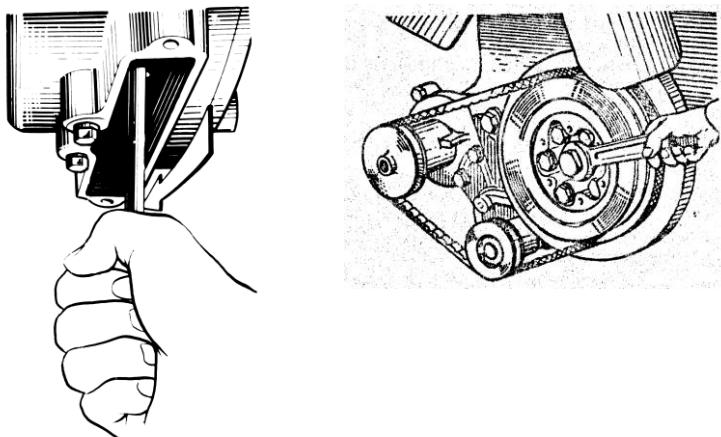

Рис. 48. Проворачивание коленчатого вала
- 4 Проворачивая коленчатый вал по часовой стрелке (при виде со стороны вентилятора) спереди ключом за болт крепления шкива или сзади воротком за маховик через люк в нижней части картера маховика, используя отверстия в маховике (рис. 48), установить момент, когда выпускной клапан первого цилиндра полностью поднимется (то есть закроется). Продолжая вращать коленчатый вал, повернуть его еще примерно на 1/3 оборота ($\approx 120^\circ$). Это положение коленчатого вала соответствует такту сжатия в первом цилиндре и оба клапана этого цилиндра будут закрыты.
Вращать коленчатый вал можно ключом за болт крепления шкива коленчатого вала или ломиком за отверстия в маховике (рис. 48) при снятой крышке люка картера маховика.